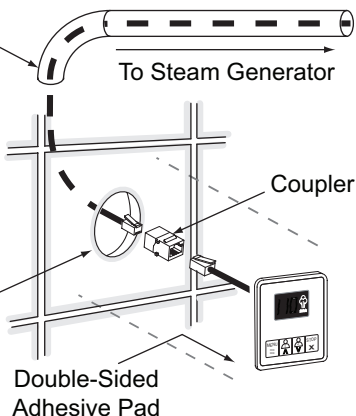

Figure 2
- Locate the previously installed cable and black plastic strain relief clamp which is in the control packing box. Locate the knockout on the steam generator for the control cable (see Figure 2).
- a. Saisissez le câble multiconducteur installé précédemment et le serre-câble en plastique noir qui se trouve dans l'emballage de l'appareil de commande (reportez-vous à la figure 2).